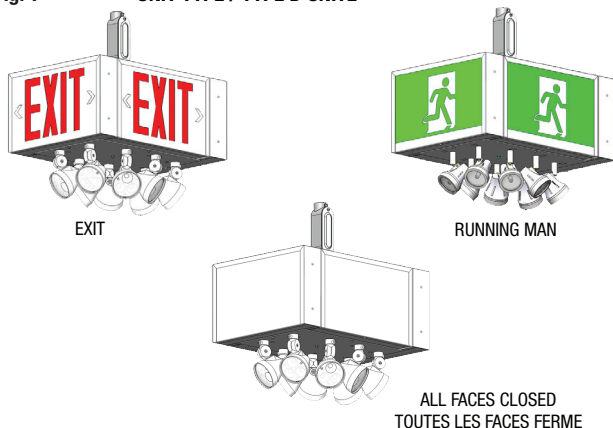

Fig. 2
- BROWN is provided instead of RED for special voltages (Fig. 2).
7. Uncoil the wire lead(s) from the Positive (+) and/or Negative (-) charger board terminals and connect to the matching terminal connector on the battery(ies) (Fig. 2 & 4).
- Le BRUN est quelquefois offert plutôt que le ROUGE pour des tensions spéciales (Fig. 2).
7. Dérouler le(s) fil(s) de la borne positive (+) et/ou négative (-) de la carte du chargeur et brancher le connecteur de la borne appropriée sur la(les) batterie(s) (Fig. 2 & 4).
The battery may be connected in reverse polarity. Check connections. Connect the Positive lead to the Positive battery terminal and the Negative lead to the Negative battery terminal. The lamps should then turn off and the charge indicator should light when the AC power is applied (Fig. 2).
La batterie peut être branchée avec la polarité inversée. Dans ce cas, vérifier les connexions. Brancher le fil positif à la borne positive de la batterie et le fil négatif à la borne négative de la batterie. Les phares devraient s'éteindre et la lampe témoin de CHARGE devrait s'allumer lorsque l'alimentation CA est en fonction (Fig. 2).